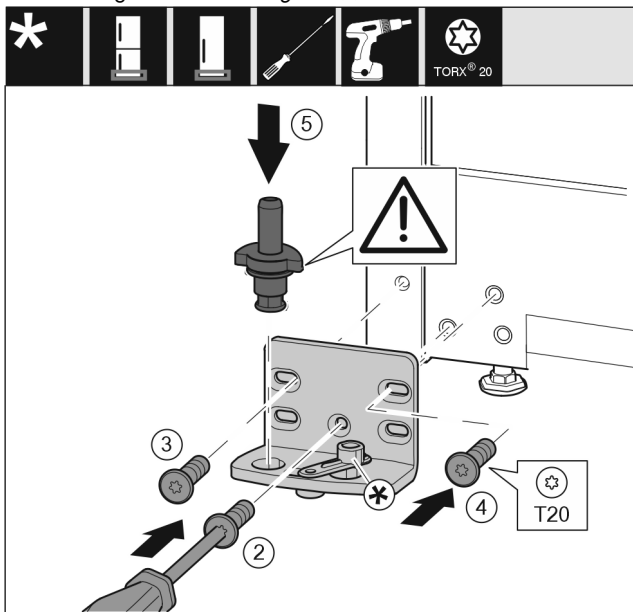

Fig. 36
- Lagerbock auf der anderen Seite ansetzen und mit Hilfe eines Schraubendrehers T20 anschrauben. Mit Schraube 2 unten in der Mitte beginnen. *Fig. 36 (2)*
- Schraube 3 und 4 festschrauben. *Fig. 36 (3,4)*
- Lagerbolzen komplett einsetzen. Dabei darauf achten, dass der Rastnocken nach hinten zeigt. *Fig. 36 (5)*